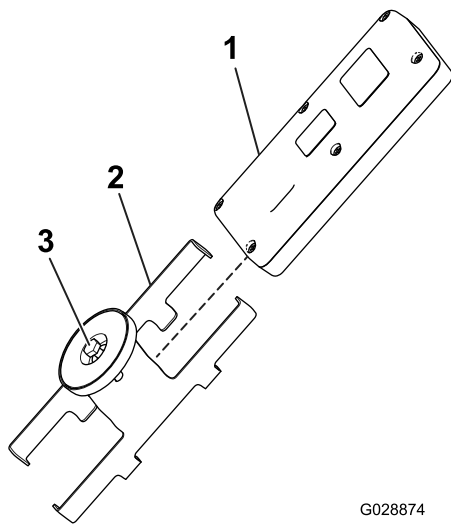

Bild 13
5. Setzen Sie die Handfernbedienung in die magnetische Halterung für die Fernbedienung ein; schieben Sie die Hälften zusammen, um die Fernbedienung zu befestigen und ziehen Sie die Schraube im Magneten an (Bild 13).